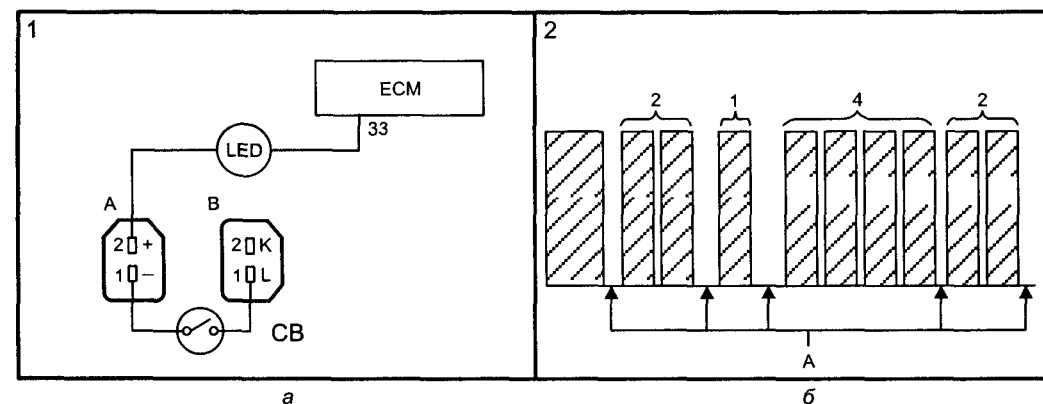

Рис. 2.2.6. Диагностическая схема (а) и коды (б) для чтения памяти ошибок
- зафиксировать код ошибки (DTC) в соответствии с работой LED-индикатора (см. рис. 2.2.6б — каждый DTC состоит из 4 цифр, а пауза между каждым следующим DTC — 2,5 секунды);
- используя сервисный выключатель (выключить зажигание, собрать диагностическую схему в соответствии с рис. 2.2.6а, включить сервисный выключатель, включить—выключить зажигание через 4—5 секунд, и память ошибок будет очищена);